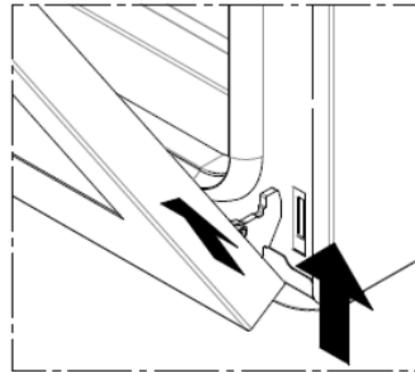

Fig. 8
- die Tür langsam bis zur mechanischen "Blockierung" schließen, sie anheben und herausnehmen (Abb. 8).